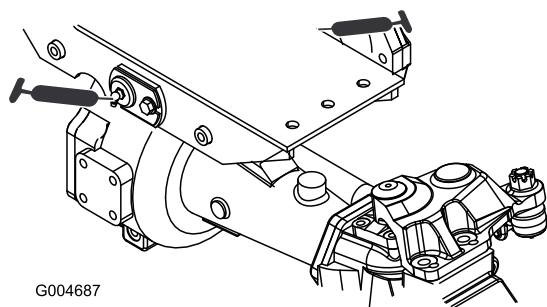

Figura 36
- Casquillos de los pivotes de los ejes delantero y trasero (2) (Figura 36).